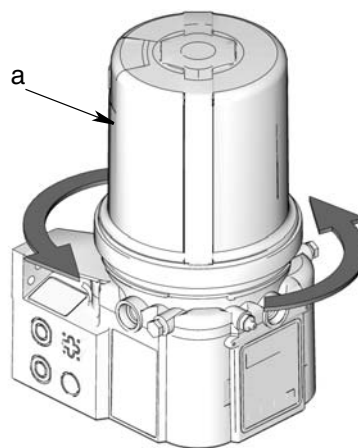

FIG. 2
3. Utilice una llave de cinta alrededor del depósito (a) para girar el depósito 1/4 de vuelta en sentido contrario a las agujas del reloj (FIG. 2).